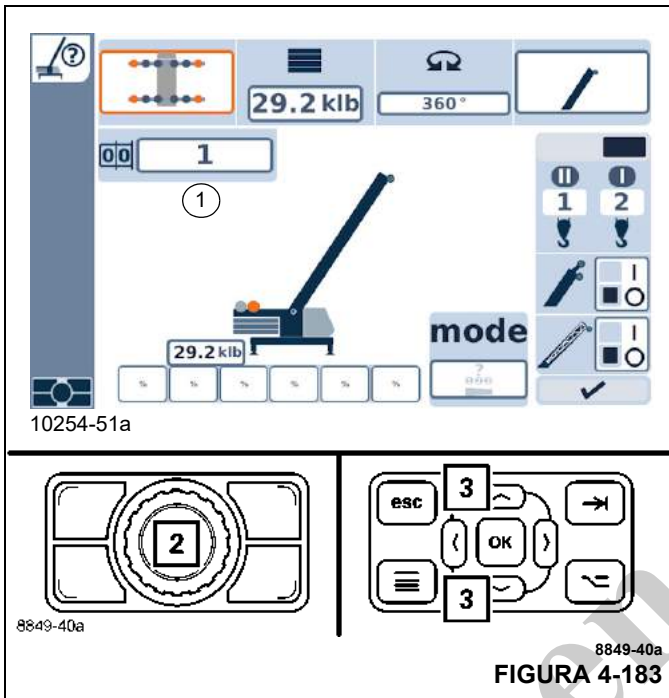

FIGURA 4-183
- Selecione e confirme o símbolo (1, Figura 4-183).
- Use os botões (2) ou (3) para selecionar o código RCL necessário.